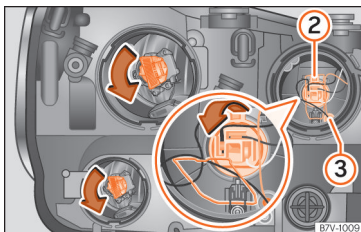

Abb. 63 Linker Scheinwerfer.
- Drahtbügel in Pfeilrichtung kräftig nach unten drücken und Lampenhalter » **Abb. 63** **2** mit der Glühlampe nach hinten herausziehen.
- Lampenhalter **»» Abb. 63 ③** mit der Glühlampe nach hinten herausziehen.